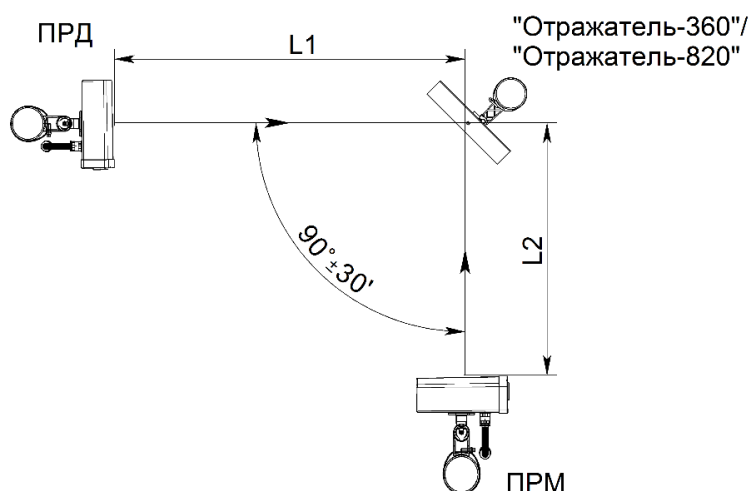

Рисунок 2.13 – Установка извещателей с применением отражателя «Отражатель-360» («Отражатель-820»)
2.3.9.2 При работе извещателей с «Отражателем-360» (см. рисунок 2.13) суммарная длина зоны обнаружения  $L1 + L2$  (где  $L1$  – расстояние между блоком ПРД и отражателем,  $L2$  – расстояние между отражателем и блоком ПРМ) не должна превышать: